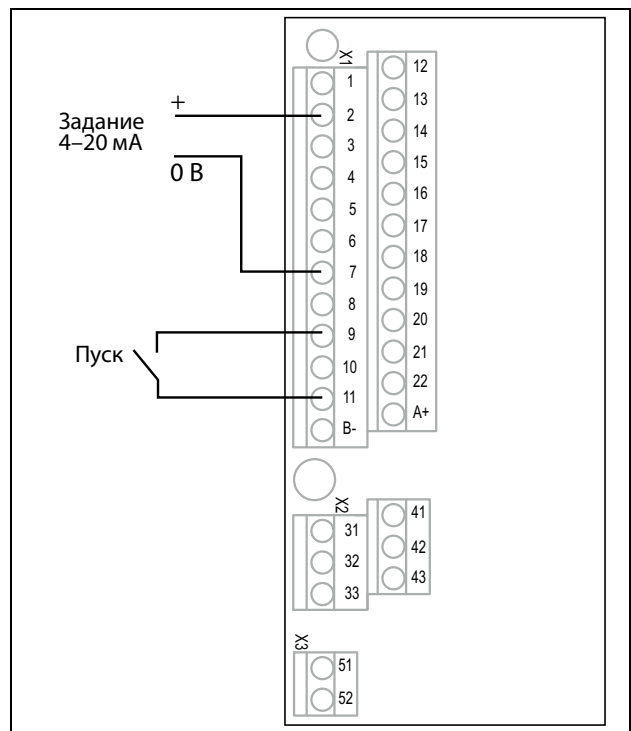

Рис. 68 Подключение
2. Подключите задание к клеммам 7 (Сигнальная земля) и 2 (АнВх 1) согласно Рис. 68 и заданию.
3. Подсоедините внешнюю кнопку запуска между клеммой 11 (+24 VDC) и 9 (ЦфВх2, Пуск вправо) согласно Рис. 68.
15. Подключите цифровые и аналоговые входы/выходы в соответствии с Рис. 68.